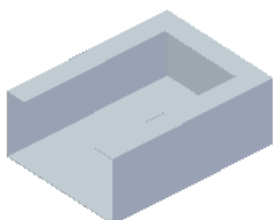
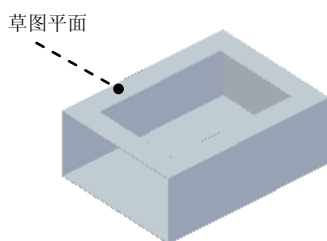
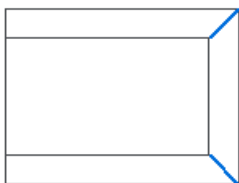

图 8.6.8 除料特征 1
图 8.6.9 定义草图平面
图 8.6.12 草图 1
(4) 在命令条中单击按钮显示其结果，并单击按钮，完成特征的创建。
Step7. 创建图 8.6.8 所示的除料特征 1。
(1) 选择命令。单击“主页”功能选项卡“实体”区域中的“除料”按钮.
(2) 定义特征的截面草图。
① 选取草图平面。在系统单击平的面或参考平面。的提示下,选取图 8.6.9 所示的模型表面为草图平面。
(4) 单击按钮,完成特征的创建。
Step8. 创建草图 1,选取图 8.6.9 所示的模型表面为草图平面,绘制图 8.6.12 所示的草图 1。